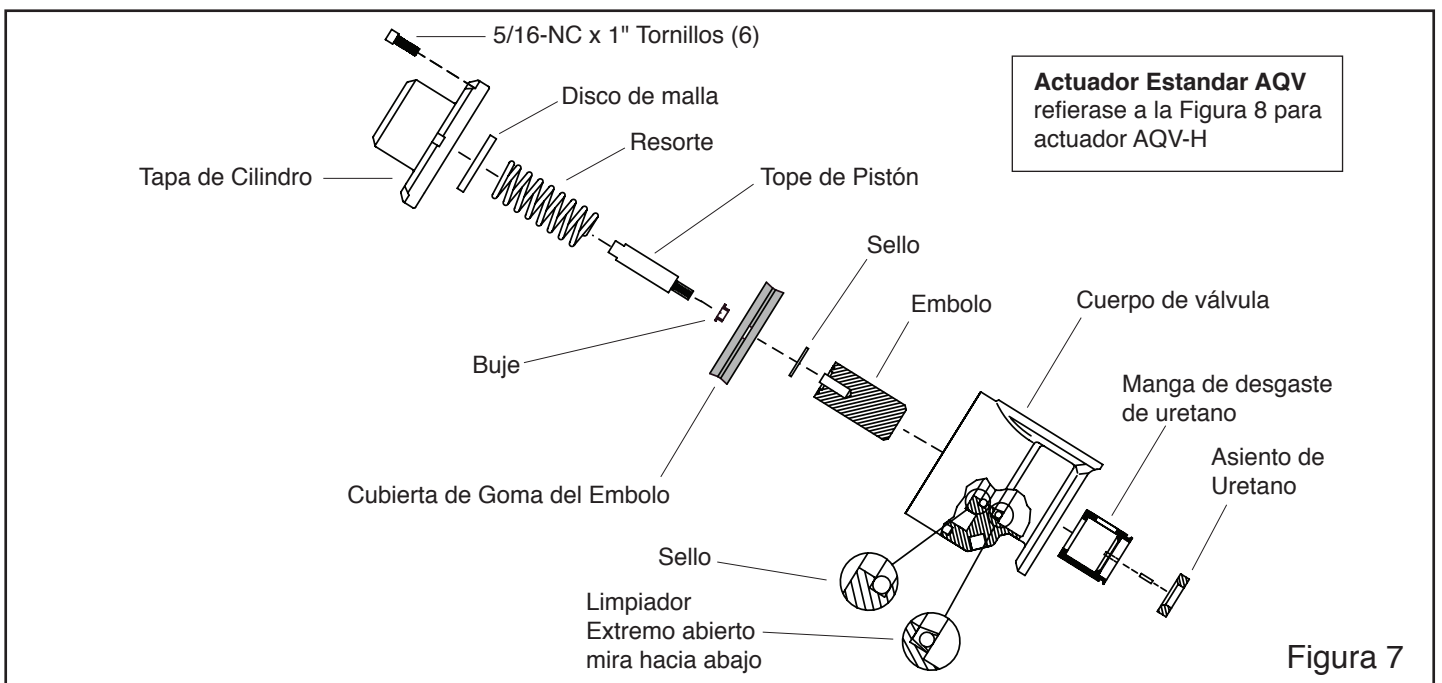

Figura 7
4.2.5 Refiérase a la Figura 7 y desatornille los seis tornillos y retire la tapa del cilindro y el resorte. La compresión del resorte se libera cuando la tapa está a aproximadamente 9/16" del cuerpo de la válvula actuadora.
NOTA: si el pistón es de aluminio, reemplácelo con la cubierta de embolo de goma y el buje. La brida del buje debe estar colocada como se indica en la Figura 7, en el lado superior de la cubierta de embolo, mirando hacia el tope del pistón.
4.2.15 Si el embolo y el pistón fueran separados como se nota en la Sección 4.2.10, aplique sellador removible de roscas a la rosca en el tope del pistón y reensamble las piezas utilizando un sello nuevo. **Asegúrese de que el buje este instalado en el pistón como se indica en la Figura 7.**
4.2.16 Reemplace el limpiador y el sello en el cuerpo del actuador; el lado del sello del limpiador debe mirar hacia la parte inferior del cuerpo como se indica en la Figura 7.